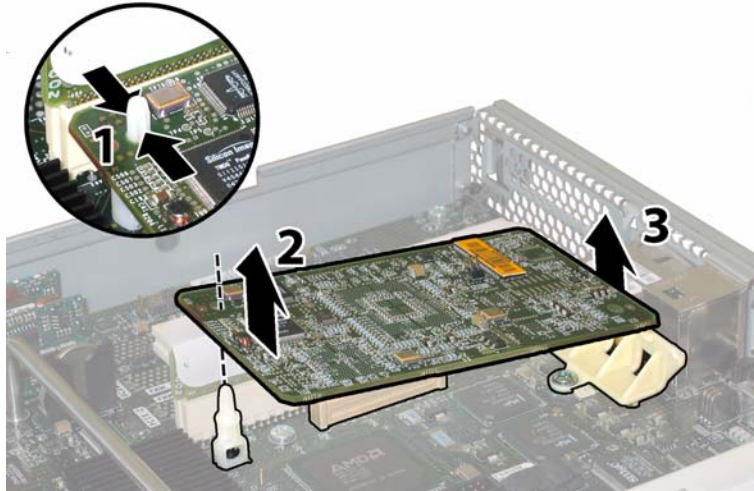

图 3-42 拆卸 GRASP 板
- b. 用手夹住 GRASP 板上伸出的塑料支撑立柱，按下支撑立柱的锁固夹。请参见图 3-42。